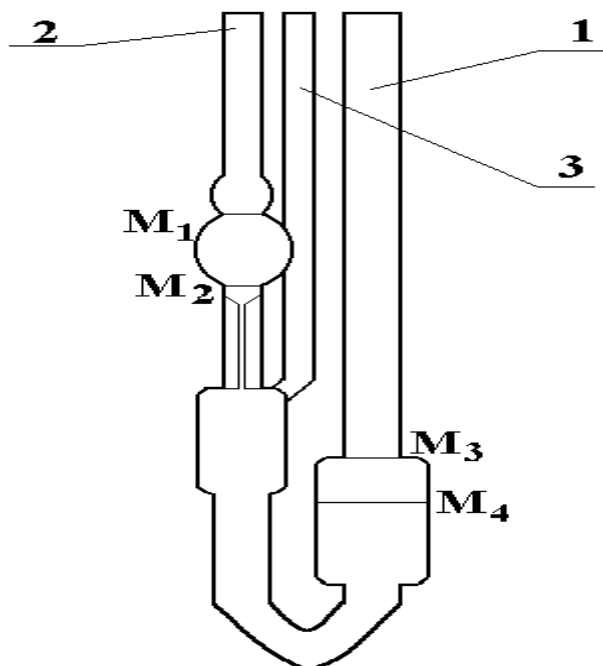

Рис. 6.1
1. В чистый вискозиметр (рис. 6.1) через трубку 1 залить дистиллированную воду, чтобы уровень ее установился между отметками  $M_3$  и  $M_4$ . На концы трубок 2 и 3 надеть резиновые трубки: первую – с резиновой грушей, вторую – с зажимом.